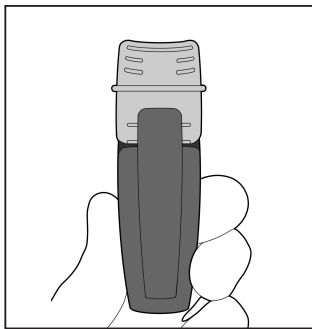

Рис. 11
1. Удостоверьтесь в правильной сборке IntegraBite, при этом прикусной блок и аппликатор должны находиться в вертикальном положении (рис. 11).